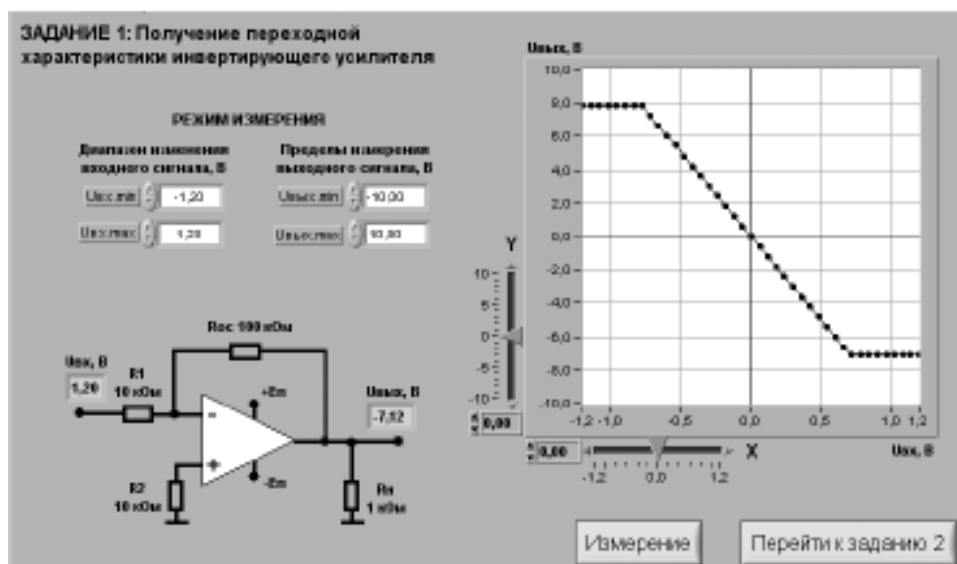

Рис. 4 Лицевая панель ВП при выполнении задания 1
- После ознакомления с целью работы нажмите кнопку «Начать работу». На экране появится изображение виртуального прибора (ВП) для выполнения задания №1 (рис. 4)